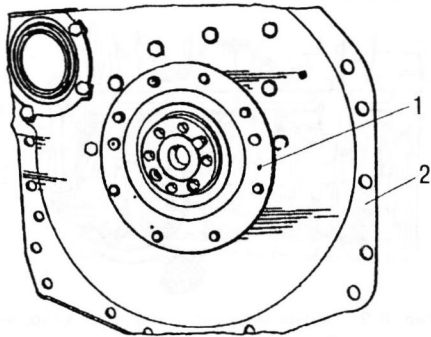

Рис. 3.6. Снятие корпуса сальника и заднего листа: 1 – корпус сальника; 2 – задний лист
14. Снять корпус 1 (рис. 3.6) сальника.